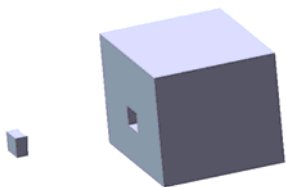

图 10.6.14 移动侧型芯
Step4. 单击“移动/复制实体”对话框中的  按钮，完成图 10.6.14 所示的侧型芯的移动。